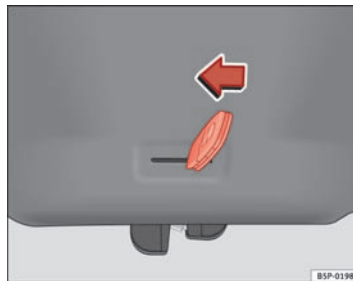

Fig. 50 Bagklap: nødoplåsning
- Sæt nøglen i slidsen, og lås systemet op ved at bevæge nøglen fra højre mod venstre i pilens retning ⇒ Fig. 50.